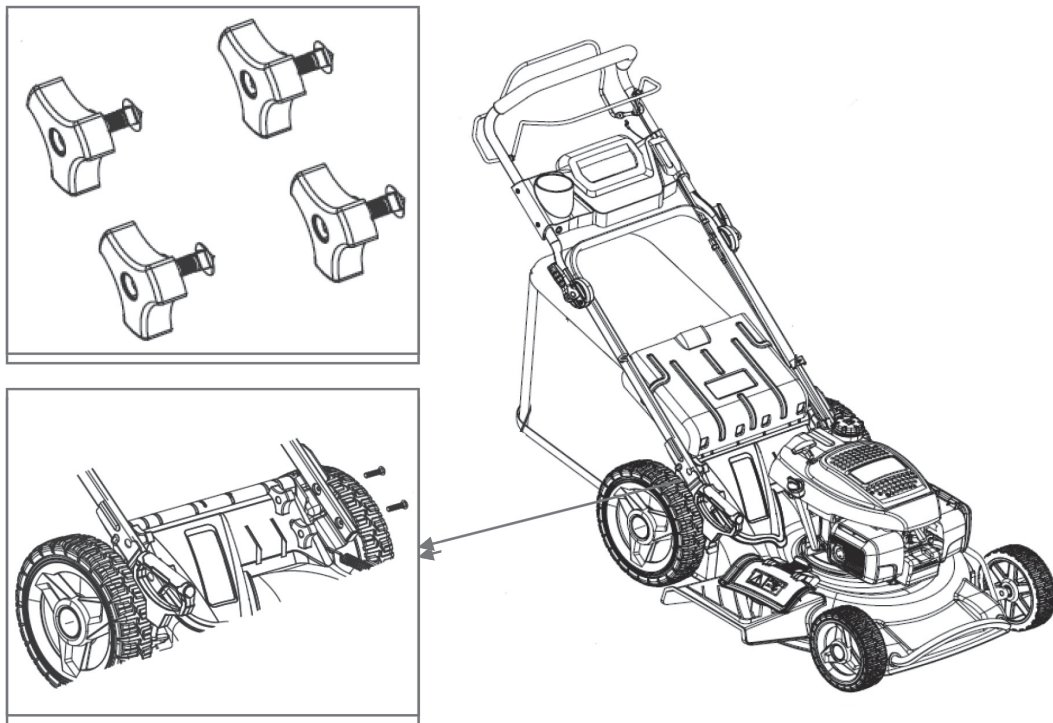

Рис. 5
- Зафиксируйте стойку с обеих сторон с помощью фигурных гаек (рис. 5).